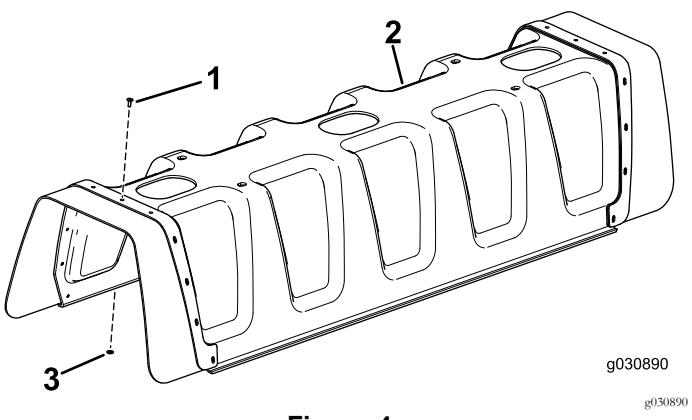

Figura 4
3. Instale 11 rebites cegos (3/16 pol. x 1/2 pol.) e anilhas (3/16 pol.) na cobertura da rampa central (Figura 4).